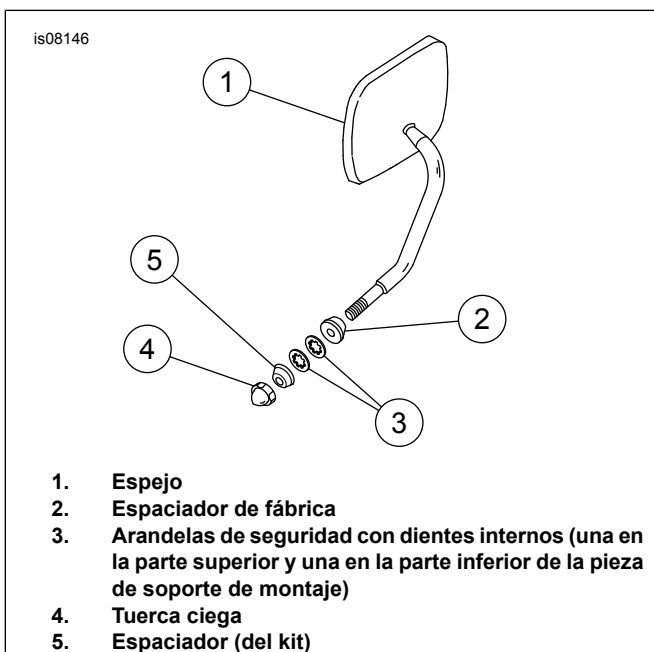

Figura 2. Instalación del espejo derecho
- Vea Figura 2. Instale la tuerca ciega del kit para retener el espejo derecho. Si la tuerca ciega "toca el fondo" sin apretar, añada el segundo espaciador del kit en la ubicación que se muestra.